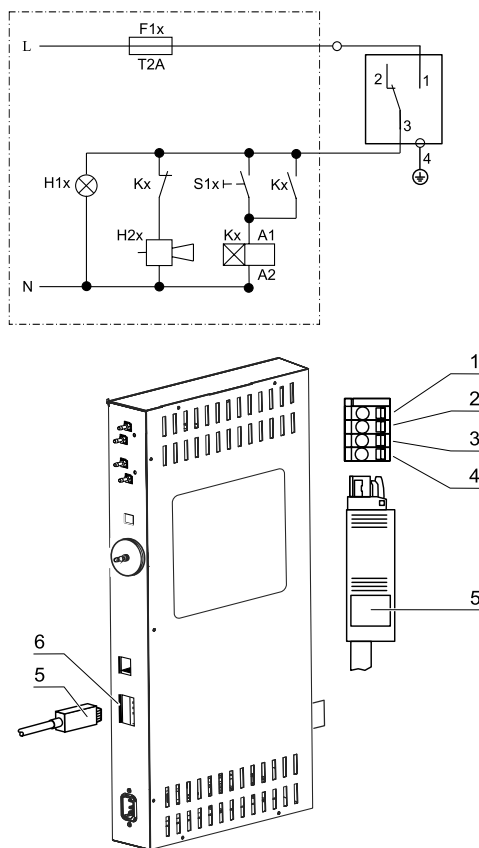

図 4-14. アラームコンタクト接続の例
接続ケーブルを接続するためのプラグ（図 4-14、5）は納入品には含まれませんが、別途注文することができます。外部アラーム回路の操作電圧とヒューズの値は、上記表のとおりです。
1. 電源接続図（図 4-14、1-4）の割り当てに従って、接続ケーブル（図 4-14）の各ストランドをクリップで留めます。
2. 1 外部アラームシステムへの接続ケーブル（図 4-14、5）のプラグを、装置背面のコントロールボックスのインターフェイス（図 4-14、6）に挿入します。